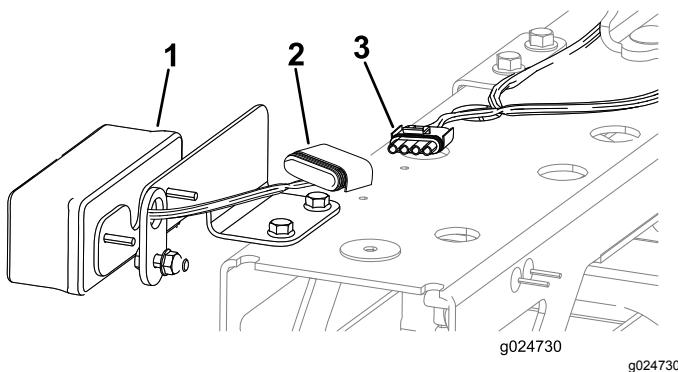

Figura 59
4. Ligue os conetores elétricos dos sinais de mudança de direção (Figura 59) da seguinte forma: